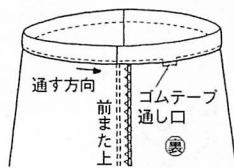

図 2
〔答え②〕ぬいしろが2枚一緒にロックミシンやジグザグミシンで始末されている場合は、どちらの手でゴムや紐を通すかで異なる（図2・3）。